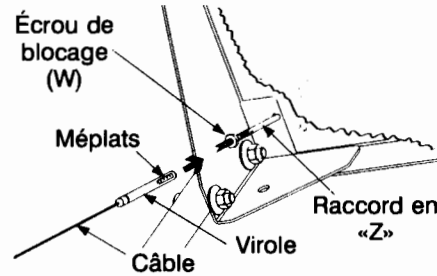

FIGURE 12 - Installation vue du dessous du panneau de commande.
- Filetez la virole, sans tordre le câble, sur le raccord en «Z» jusqu'à ce que le câble soit bien tendu, sans mou. Voir la Figure 12. **Ne tendez pas excessivement le câble.** Tenez les méplats de la virole avec une pince et serrez l'écrou de blocage contre la virole.